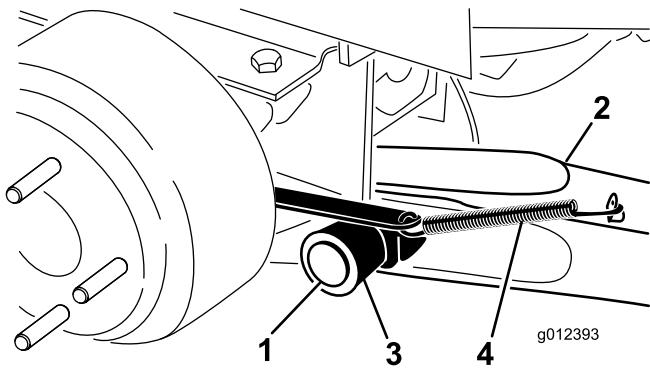

図 3
- ピボットピン 1 本、コッターピン 1 本を使って、ピボットブラケットに昇降アームを取り付ける（図 3）。昇降アームを、曲がった部分が外側を向くようにして取り付ける。
7. ブレーキリターン・スプリングを昇降アームのタブ引っ掛ける（図 3）。